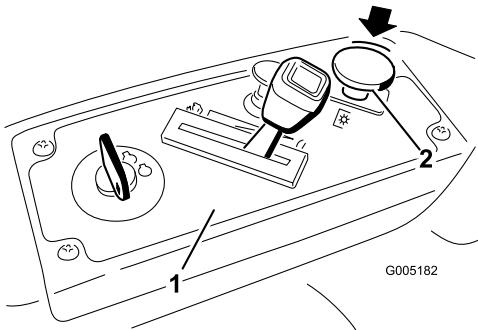

Figura 10
2. Disinserite le lame spostando il comando delle lame in posizione Off (Figura 10).
1. Disinserite le lame spostando il comando delle lame in posizione Off (Figura 10).